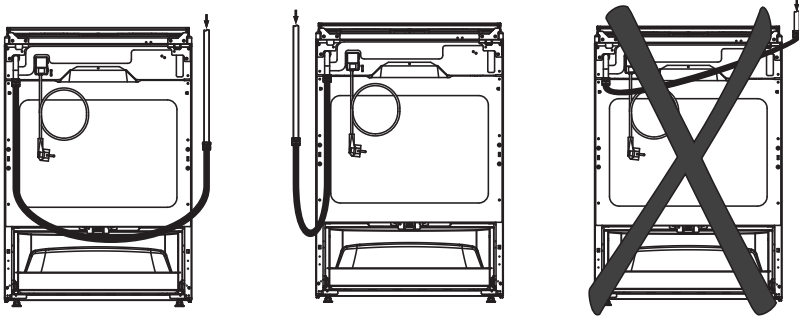

рис. 3
- гибкий присоединительный рукав не должен проходить в зоне горячего воздуха дымохода и касаться задней стенки плиты (рис. 3);
ПОМНИТЕ! После установки плиты на место обязательно проверьте положение гибкого шланга подвода газа и шнура питания (рис. 3). Они не должны проходить над дымоходом и касаться задней стенки плиты. Во время работы духовки там возникает высокая температура, которая может их повредить.